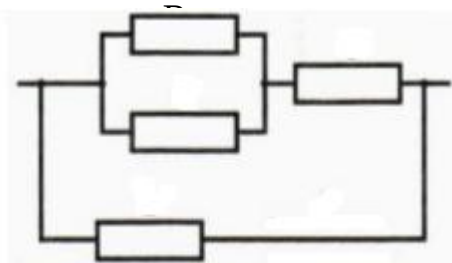

Рис. 11. Смешанное соединение резисторов
3. Найти полное сопротивление цепи (рис. 11). Все $R = 20$ Ом.